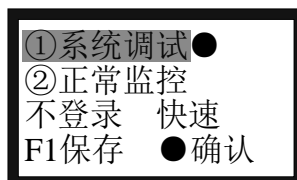

图 4-23
按下数字 3 键或光标移至 3 后按回车键, 可进入系统工作模式设置界面(图 4-23)。进入本界面后, 在系统工作模式中有①系统调试②正常监控。打了“●”表示保存后的系统工作状态, 按“▲”、“▼”键移动, 按“确认”键选上。选完后按“F1”保存。